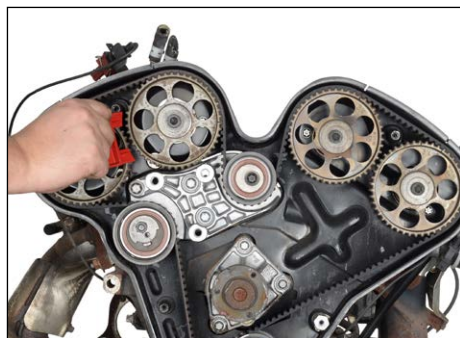
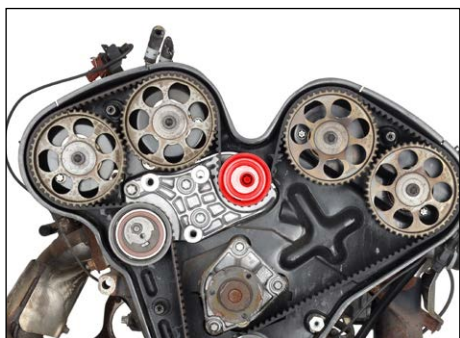

Fig. 5
Fig. 7
3. Inserir a ferramenta de bloqueio para a árvore de cames OE (KM-800-1) vermelha com a inscrição „Top“ virada para cima entre as rodas da árvore de cames „1“ e „2“ (Fig. 5 e 6). Se não for possível colocar a ferramenta de bloqueio, afrouxar a polia de desvio superior da correia dentada (Fig. 7) e rodar o excêntrico com a chave tensora MKM-6038 ou um alicate para bomba de água até ser possível colocar a ferramenta.